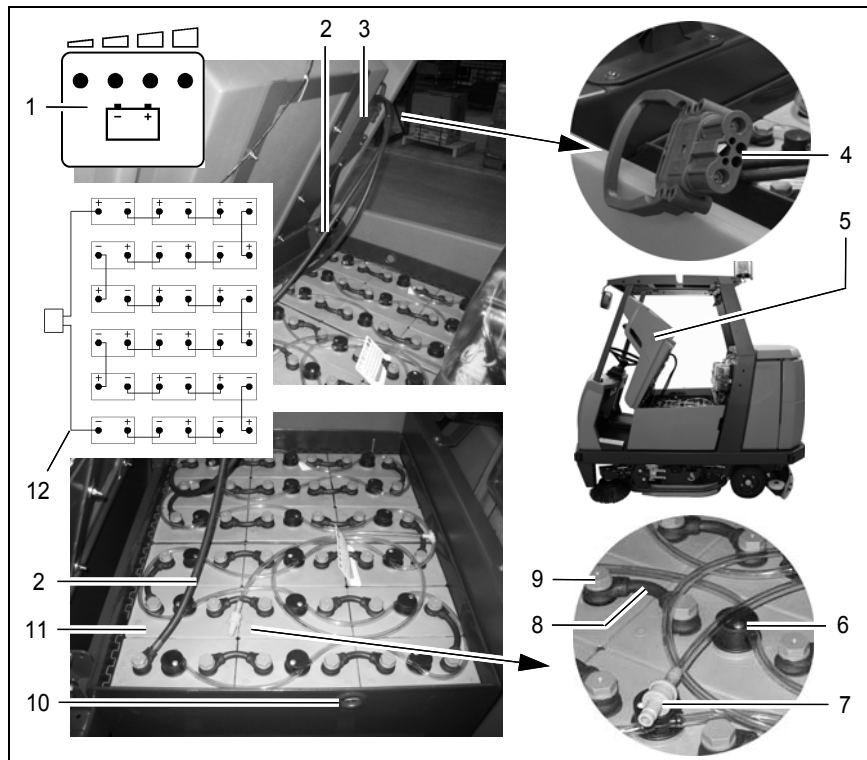

Abb. 23
Die Sitzkonsole (Abb. 23/5) muss zur Vermeidung explosiver Knallgasbildung während des Batterieladevorgangs geöffnet sein!
Wir empfehlen die Batterieladung, wenn nach dem Betrieb der Maschine mindestens ein Punkt der Batterieanzeige erloschen ist. Die Anzeige (Abb. 23/1) zeigt auch den Ladezustand der Batterien während des Ladevorgangs.
- Verbinden Sie den Batteriestecker (Abb. 23/4) mit dem mitgelieferten Batterieladegerät.
Die auf den Batteriezellen befindlichen Füllstandsanzeiger (Abb. 23/6) gewährleisten das Einhalten der richtigen Elektrolytstandshöhe: Der weiße Punkt muss sich gut sichtbar oben befinden. Ist dies nicht der Fall, muss destilliertes Wasser nachgefüllt werden.
Das Nachfüllen der Batterie erfolgt über die Anschlusskupplung, den Aquamatikstopfen (Abb. 23/7), welcher mit der Wassernachfülleinrichtung verbunden wird. Diese gehört nicht zum Lieferumfang.